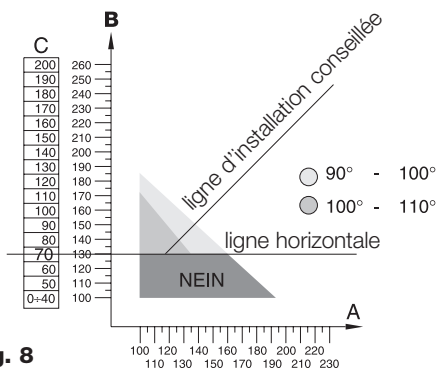

Fig. 8
- 1.2** Identifier dans le graphique relatif au modèle de MOBY à installer la valeur de C et tracer une ligne horizontale (**fig.8**).